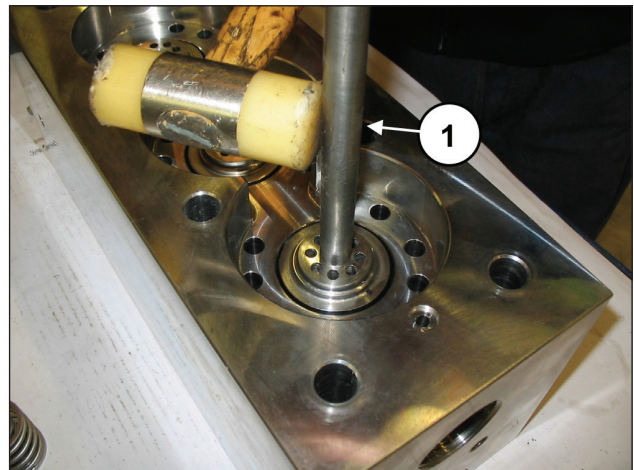

Fig. 104
Se os compartimentos da válvula estiverem bloqueados no cabeçote devido à formação de calcário ou de óxido devem ser retirados inserindo a ferramenta adequada (cód. 034300020) no furo de fluxo (pos. ①, Fig. 104).